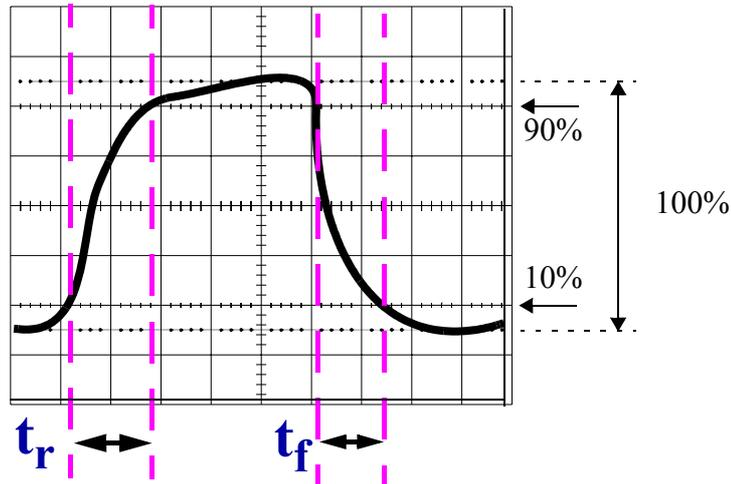

Figura 21: Medida del tiempo de transición en el osciloscopio
- Para medir t_r y t_f en el osciloscopio se procede de forma similar al caso de los tiempos de propagación, pero midiendo ahora entre los citados 10% y 90% (Figura 21).